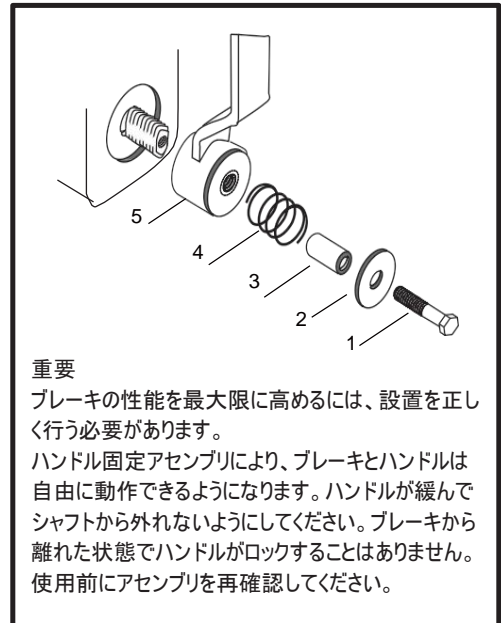

図1:ハンドル固定アセンブリ
- A. ハンドル:ねじ付きブレーキアセンブリシャフトにハンドル(図1の5)を挿入します。ブレーキパッドにハンドルが接触するようにねじて装着します。
- B. ハンドル固定アセンブリ:ボルト(図1の1)に、平ワッシャ(図1の2)、スペーサー(図1の3)、ばね(図1の4、スペーサーに被せる)を装着します。図1を再度チェックし、組み立て順序が正しいことを確認します。図1で組み立てた固定部品をボルトに装着した状態で、ブレーキシャフトのねじの先端にボルトを挿入し、しっかりと締め付けて固定します。